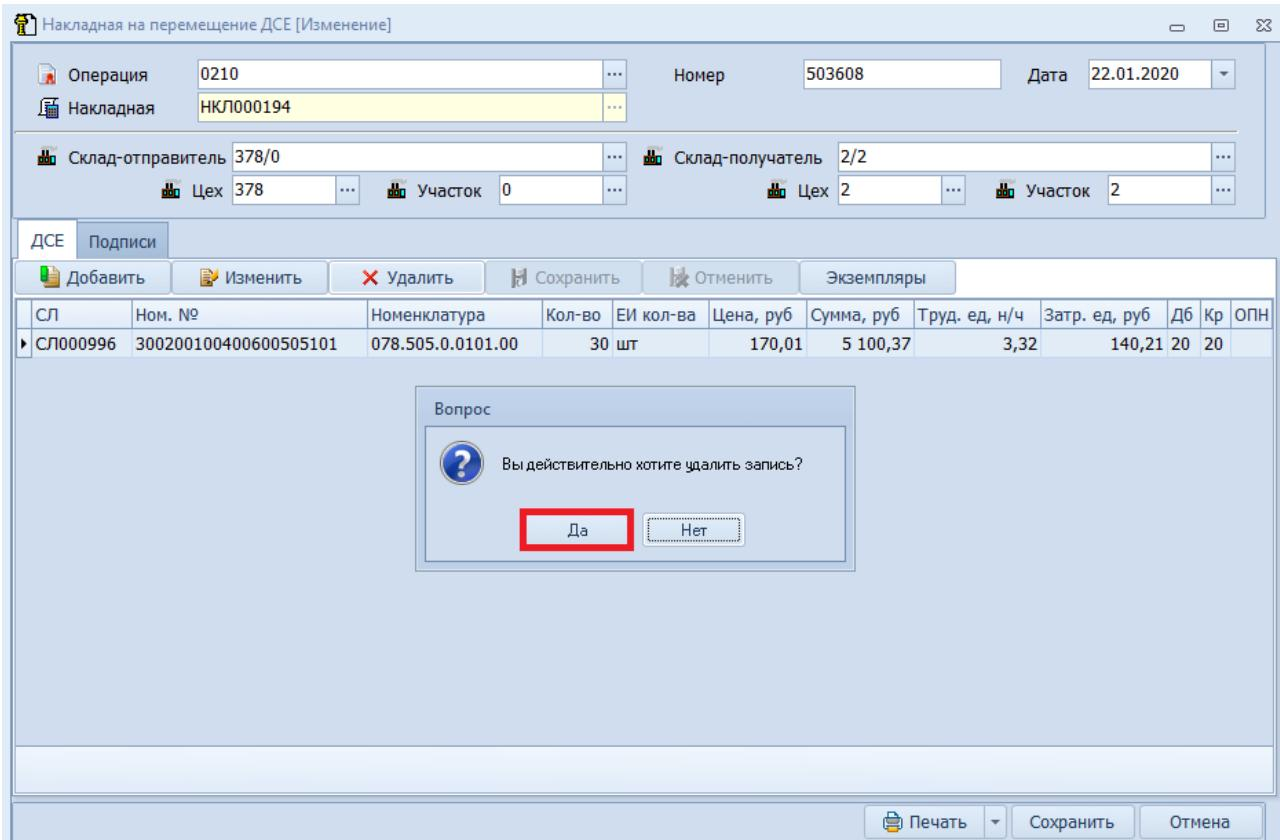

Рисунок 33.Пример выбора ответа в диалоговом окне "Вопрос"
3. На вопрос «Вы действительно хотите удалить запись?» в диалоговом окне «Вопрос» — ответить утвердительно Да (рис. 33).